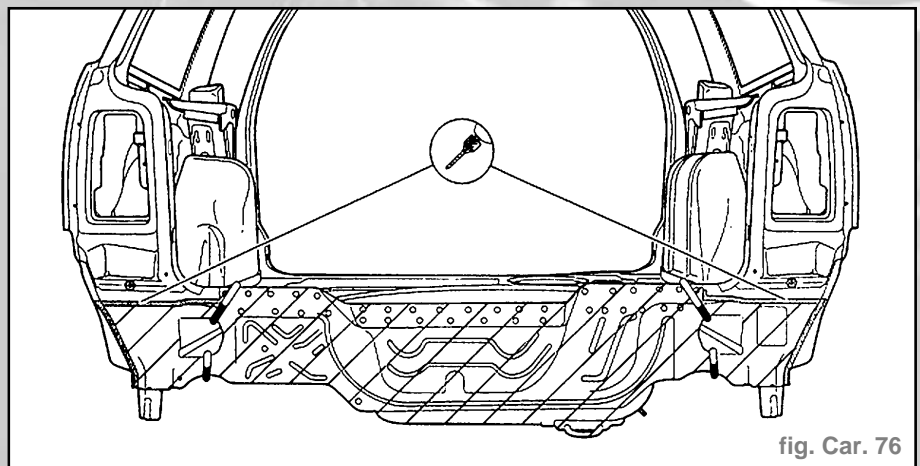

fig. Car. 76
- Un remplacement partiel est possible avec les lignes de coupe indiquées (fig. Car. 76).